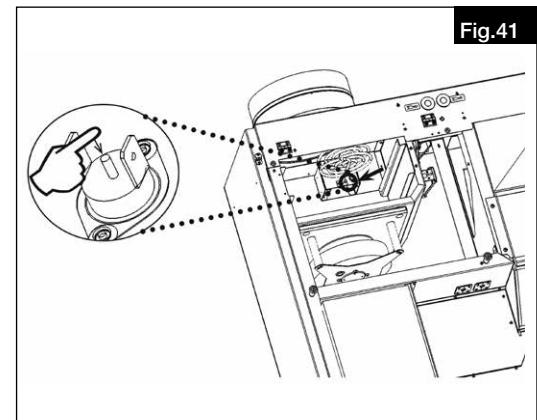

Fig.41
2. Appuyer sur le bouton de réarmement pour le pré-chauffage électrique (voir Fig.41).